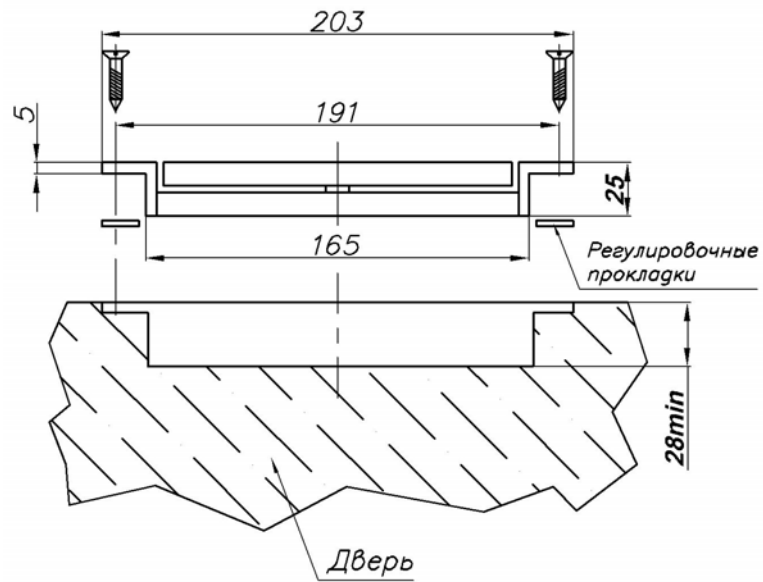
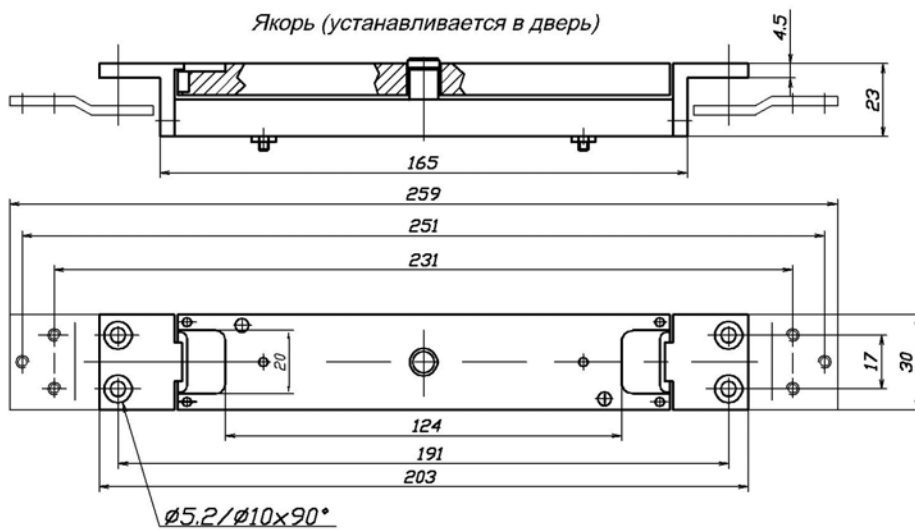

Рис. 2
Рис. 3
- 6.1 Толщина двери для врезного варианта крепления ЗАМКА должна быть не менее 40 мм, при этом гарантированные зазоры между подвижной пластиной якорной части и внутренними поверхностями гнезда в двери должны быть не менее 1 мм. Т. е. пластина должна свободно, не касаясь стенок гнезда, перемещаться в пределах своего рабочего хода. Рекомендуемая ширина гнезда двери в зоне перемещения пластины якоря должна быть не менее 32 мм. Остальные габаритно-установочные размеры показаны на рис. 2 и 3. На рис. 3 показан вариант установки якорной части в металлическую дверь с помощью переходных планок (пластин).